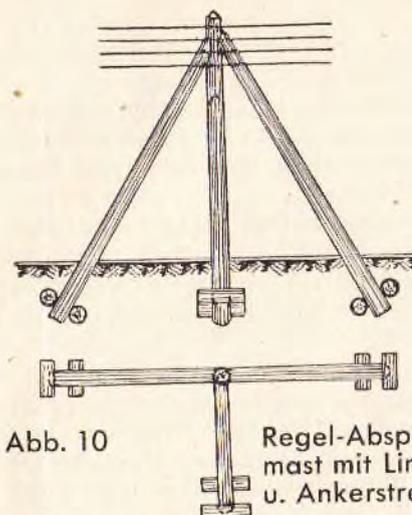

Abb. 10
3. als **Linienstrebe bei Regel-Abspannmasten**, früher Linienfestpunkt genannt, um bei Drahtbrüchen und Gestängeumbrüchen den plötzlich auftretenden einseitigen Leitungszug aus Nachbarfeldern aufzunehmen und dadurch ein weiteres Umbrechen und Überweichen der Masten zu verhüten. Die Linienstreben werden in der Richtung der Leitungen zu beiden Seiten des Abspannmastes in Höhe der Mitte des Querträgerfeldes (Leitungszuges), z. B. bei 4 Querträgern zwischen dem 2. und 3. Querträger angebracht. Am Fußende werden sie mit je zwei 1 bis 2 m langen Mastabschnitten ausgerüstet, damit die auftretenden Zug- und Druckkräfte abgefangen werden. **Hinzu kommt unter dem untersten Querträger noch eine Windstrebe** als Sicherung gegen Seitenwinde. Abspannmast siehe Abb. 10. Regel-Abspannmaste werden nur an geraden Strecken und nicht in Kurven errichtet, weil die in einem Winkel-